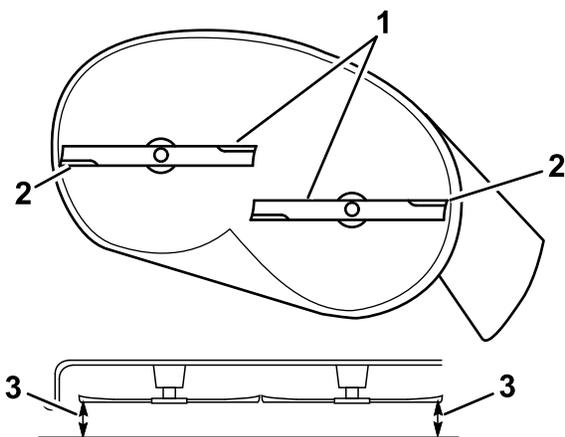

図 66
- 左右の外側の刃先と平らな床面との距離を測定する 図 66。